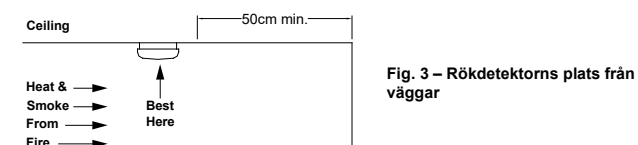

Fig. 3 – Rökdetektorns plats från väggar
Installera rökdetektor så nära mitten av taket som möjligt, borta från armaturer och luftkonditioneringskanaler. Om detta inte är praktiskt, montera rökdetektorn i taket men inte närmare än 50 cm från någon vägg eller hörn (se bild 3).
- I områden med stillastående luft, som ofta finns högst upp under ett nock tak eller i hörnet av ytan mellan tak och väggar. Död luft kan hindra rök från att nå rökdetektorerna. Se fig. 3 för de rekommenderade platserna.